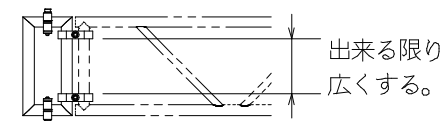

図1 クランプ取付位置
**警告** クランプの取付けは、図1のようにクランプとクランプの間を広げて、フレームに近接するようにしっかり固定してください。